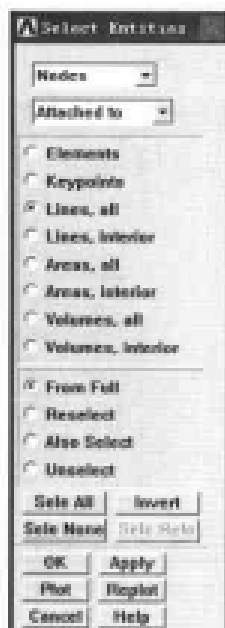

图 13-63 选择实体对话框
(6) 选择 Utility Menu | Select | Entities 命令, 出现 Select Entities 对话框, 在第 1 个下拉列表框中选择 Nodes 选项, 在第 2 个下拉列表框中选择 Attached to 选项, 在第 3 个选项组中选 Lines,all 单选按钮, 在第 4 个选项组中选择 From Full 单选按钮, 如图 13-63 所示, 单击 OK 按钮关闭该对话框。